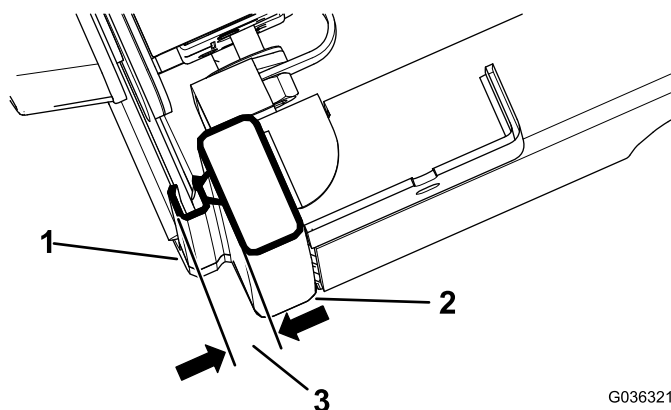

Figura 11
3. Feche a porta completamente e meça a altura entre o vedante hermético e a superfície do vedante na travessa da cabina e certifique-se de que a medição é de 1,9 a 2,2 cm, como se mostra na Figura 11.
4. Aperte a porca de bloqueio assim que o pino do trinco chegar a 1,9 a 2,2 cm, como se mostra na Figura 11.